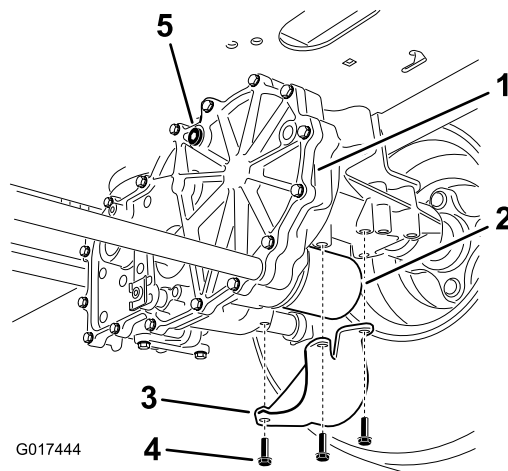

Figure 106
4. Localisez le filtre et les protections sur chaque transmission de la boîte-pont (Figure 106).
5. Retirez les 3 vis qui fixent la protection du filtre et déposez la protection (Figure 106).